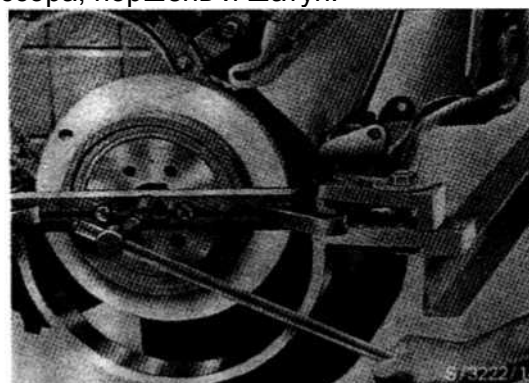

РИС. 9
- 26) Снимите демпфер колебаний используя съемник 3125890933 (рис. 9).